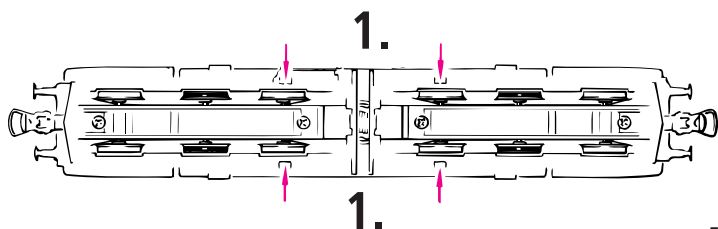

Fig. 3c
5. Kohlebürstenwechsel: Lokgehäuse abnehmen (Fig. 3c). Danach wird der **Motor ausgebaut** und die **Kohlebürsten ausgewechselt** (Fig. 7).
5. Échange des balais du moteur: Démontez la caisse (voir fig. 3c). Démontez ensuite le moteur et échangez les balais (fig. 7).
5. Carbon Brush Changing: First **remove** loco body (fig. 3c), and then the **motor** (fig. 7).